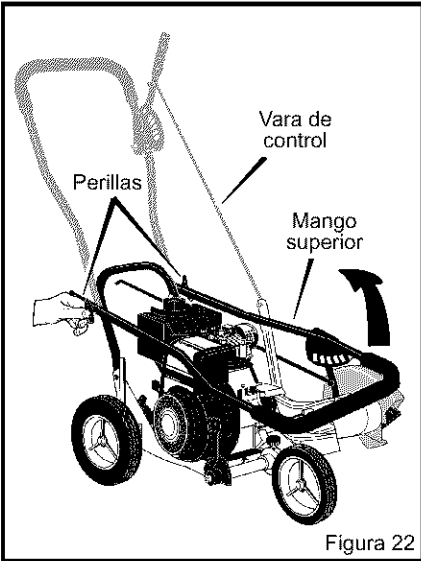

Figura 22
1. Afloje las **perillas** y levante el mango superior a la posición vertical. Ver la Figura 22. Deje que la **vara de control** cuelgue libremente.
2. Apriete las **perillas**. Asegúre que las **perillas** queden por el lado de afuera de los mangos, como se muestra en la Figura 22.